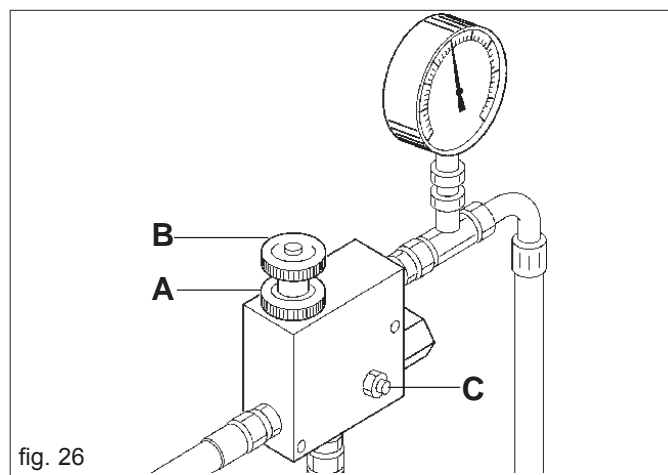

fig. 26
Si vous voulez augmenter la vitesse de rotation de la turbine pour le semis de semences plus lourdes agir avec grande prudence en opérant comme suit (Fig. 26):
- desserrer le collier de serrage (A Fig. 26);
- tourner en sens horaire ou contraire le volant (B) pour diminuer ou augmenter la pression et par conséquent le nombre de tours de la turbine.
**Il est interdit pour quelque motif que ce soit de toucher à la vis (C Fig. 26) car cela pourrait provoquer la rupture du moteur ou de la pompe.**